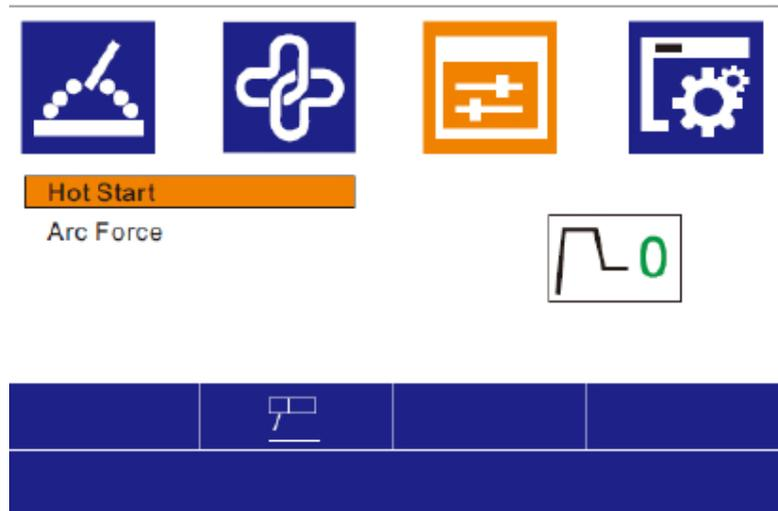

Abb. 92: Oberfläche Elektrodenstabschweißen
- 1) Drücken Sie die ENTER-Taste um in die Benutzeroberfläche für das Schweißen zu gelangen (Abb.92).